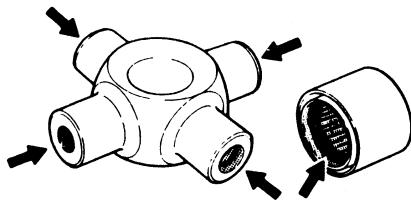

图 3-111 万向节分部件涂润滑脂部位
(1) 如图 3-111 所示, 对万向节分部件的轴和轴颈的润滑脂槽、防尘圈唇部和滚针轴承涂敷通用润滑脂。注意涂敷过多的润滑脂将会引起装配困难以及锁紧环的选择不正确。